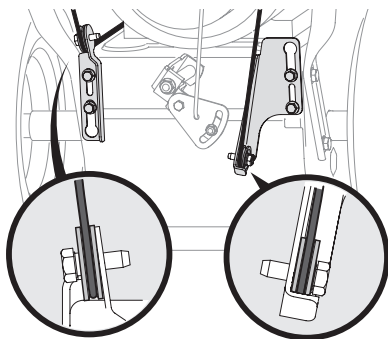

Figura 2-3
- Coloque la palanca de cambios en la posición de avance (F) 6 o en la velocidad más rápida hacia adelante (si viene equipada).
- Observe la parte posterior inferior de la unidad para corroborar que los cables (si se incluyeran) de la barrena (a) y de la transmisión (b) estén alineados y apoyados correctamente en las guías de rodillos. Consulte la Figura 2-3.